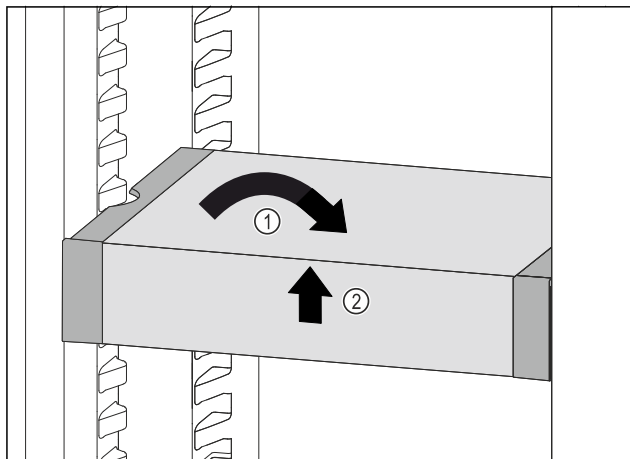

Fig. 130
- Plasser VarioSafe rett. Fig. 130 (1)
- Løft VarioSafe opp i forkant. Fig. 130 (2)